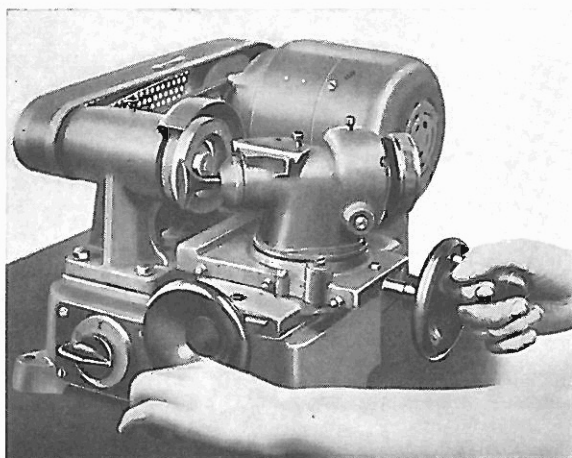

Bild 05-5/1
1. Ventilkegel auf einer Spezialschleifmaschine nachschleifen (siehe Bild 05-5/1).